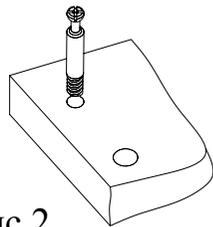

Рис.2
2. Вкрутить шпильки минификсов в соответствующие плоскостные отверстия боковин 2 и 3 и крышки (Рис. 2).